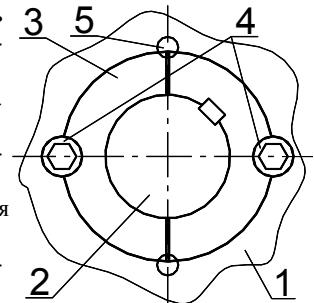

Рисунок 2.4
2.1.12. На крайние углы обоих торцов установки (см. рис.2.4) взамен штатных кронштейнов «Кв» (см. рис.2.7) устанавливаются декоративные крышки «Кд» из комплекта монтажа. Крышки крепятся винтом M6x60 («В») устанавливаемым взамен одного из штатных винтов крепления кронштейна «Кв».